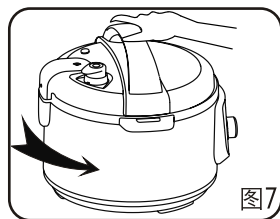
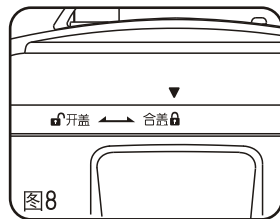

图7
图8
14、禁止在产品缝隙中插入金属屑、针等异物，否则会引起触电或工作异常等现象。（如图7）
15、煲体禁止用水冲洗和浸泡，以免发生触电和短路。（如图8）
- 2) 手握上盖手柄，上盖“▼”标识箭头对准收水圈“🔒”开盖标识位置后，将上盖放入收水圈限位边内，然后逆时针旋转，使上盖“▼”标识箭头对准收水圈合盖“🔒”标识位置，并听到扣合声。（图7、图8）